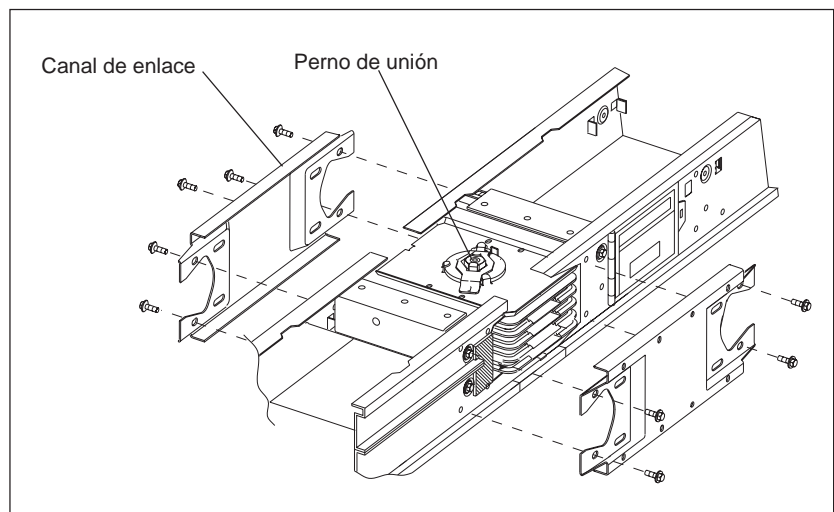

Figura 3: Instalación de los canales de enlace
5. Instale los canales de enlace de unión con los pernos provistos tal como se muestra en la figura 3.
6. Utilice una llave con una palanca de 45,7 cm (18 pulg) o más larga para apretar los pernos (figura 3) hasta romper la cabeza exterior. Para el mantenimiento o la reubicación del electroducto, apriete los pernos de las uniones a  $95 \text{ N}\cdot\text{m} \pm 13,5 \text{ N}\cdot\text{m}$  (70 lbs-pie  $\pm$  10 lbs-pie). Consulte el boletín de NEMA BU 1.1 para obtener información adicional de mantenimiento.